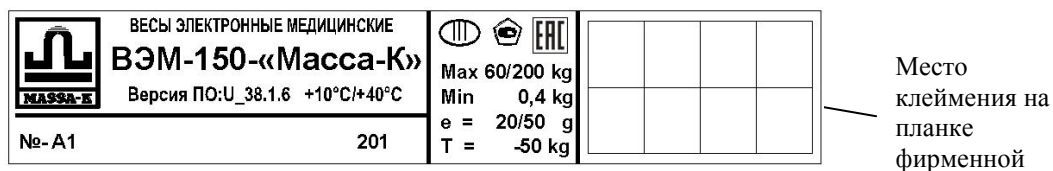

Рис. 18.1 - Планка фирменная
- нанести на планку фирменную весов (Рис. 18.1, Рис. 18.2) оттиск поверительного клейма.